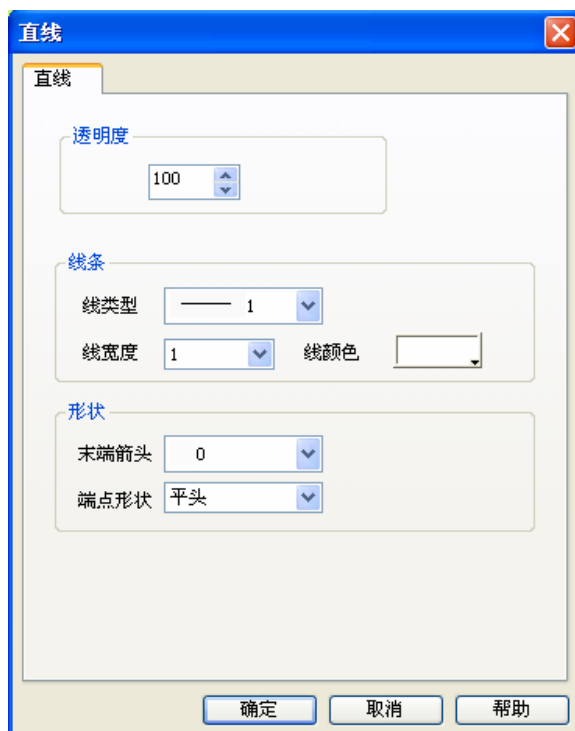

图 4-27 直线属性对话框
- 完成以上步骤后，该直线的透明度，线类型，线宽度，线颜色，末端箭头，端点形状将以系统默认的进行设置，工程设计人员可以对这些属性进行修改，以满足工程的需要。鼠标移到直线上双击左键，或先选定直线，然后单击工具栏中的属性按钮，会弹出如图 4-27 所示的直线属性对话框。